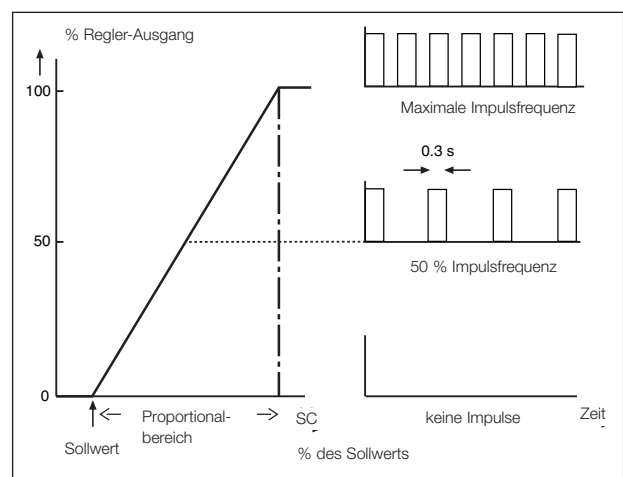

Abb. 5-5. Impulsfrequenzregelung
*FREQ.	Die maximale Frequenz für die Impulsfrequenzregelung. Siehe Abbildung 5-5.